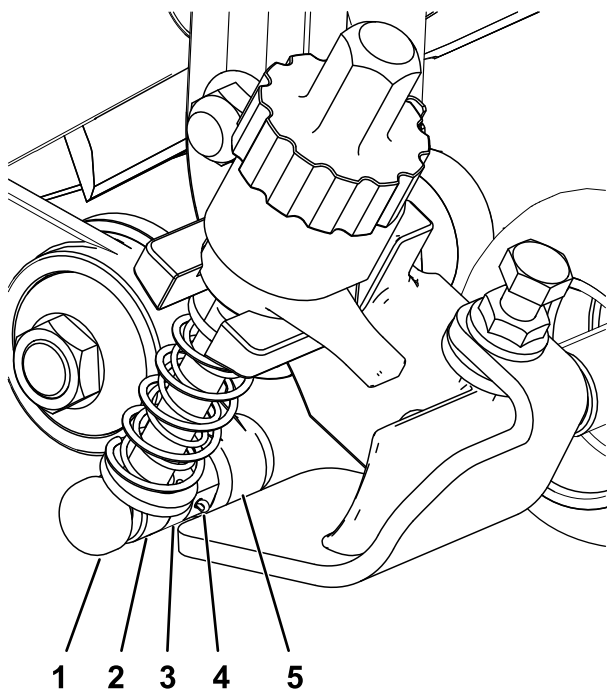

图13
6. 在固定滚刀的同时上紧驱动箱轴六角头的扭矩至 135 150N·m 请参阅图13。
3. 在怠轮总成侧将剪草高度支架的调整臂杆与怠轮总成上的调节环对准然后用调节销和开口销固定图13。